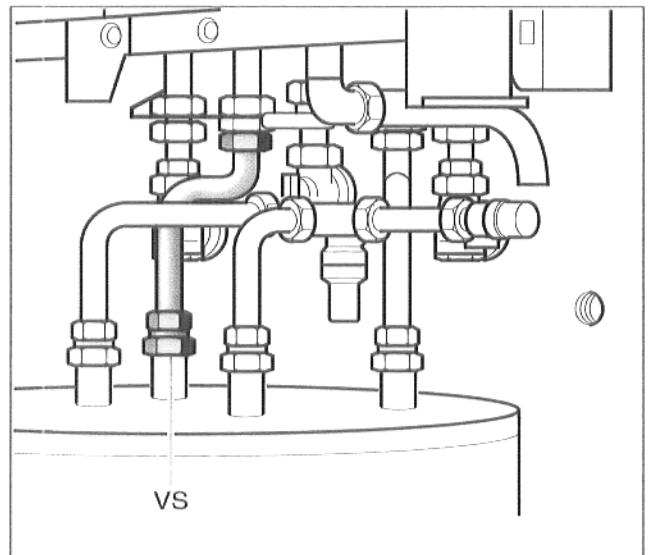

Abb. 9 Verbindungsrohr Speichervorlauf
- Klemmringverschraubung an den Speichervorlauf (VS) eindichten.
- Verbindungsrohr zwischen Speicher und Gas-Umlaufwasserheizer montieren (Auf Flachdichtung und Klemmring achten! Abb. 9).